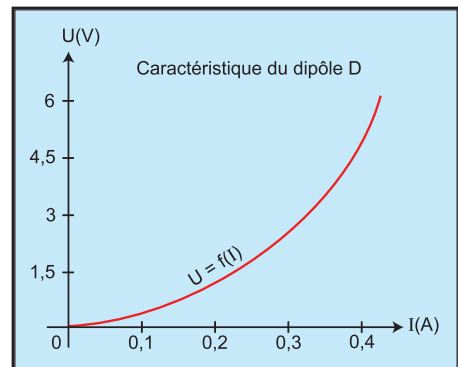

Fig. 10
6. On a tracé la caractéristique intensité-tension d'un dipôle D symétrique.(Fig.10) Aux bornes de ce dipôle on branche un générateur linéaire de f.e.m. E = 6V et de résistance interne r = 5Ω.